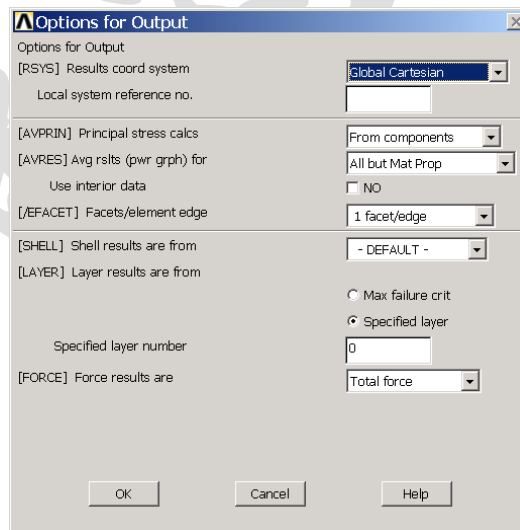

图6.9 输出控制对话框
(1) 单击 Main Menu>General Postproc>Options for Outp 菜单，可弹出输出控制对话框，如图 6.9 所示。
说明：图 6.9 所示的对话框中，【Principal stress calcs】下拉列表用于选择主应力计算方式；【Facets/element edge】下拉列表框用于指定每个单元边界上小平面的数目；【Shell results are from】下的列表框用于选择壳单元输出结果的面，可选择上表面（默认）、中面、下表面。